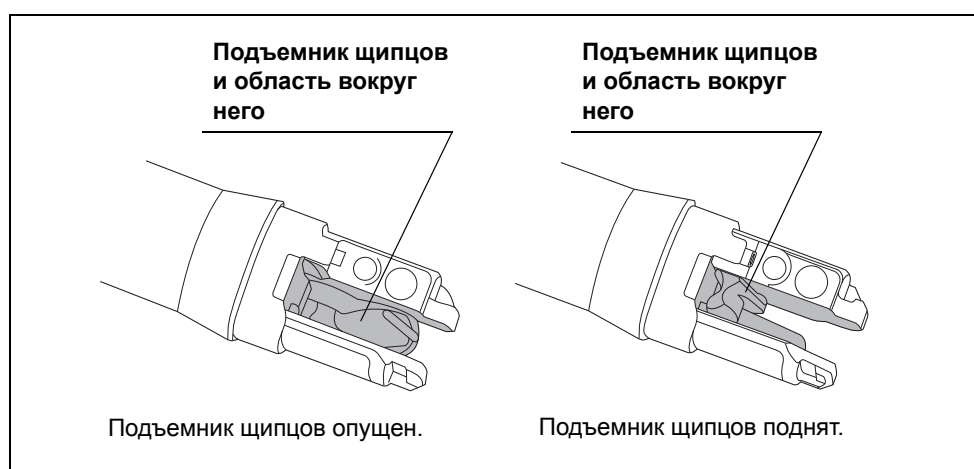

Рисунок 3.4
- 7** Обеими руками согните вводимую трубку эндоскопа полукругом. Затем передвигая руки в направлении, указанном стрелками на рис. 3.4, убедитесь в том, что вводимая трубка пластична и легко сгибается в полукольцо по всей длине.